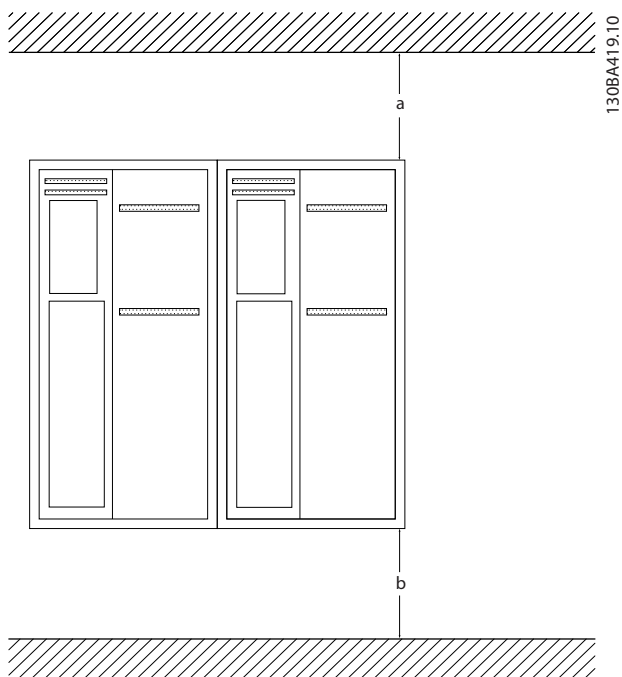

Ilustración 2.1 Espacio libre para refrigeración por encima y por debajo
- Se requiere un espacio libre por encima y por debajo para la refrigeración por aire. Generalmente, son necesarios 100-225 mm (4-10 in). Consulte en *Ilustración 2.1* los requisitos de espacio libre